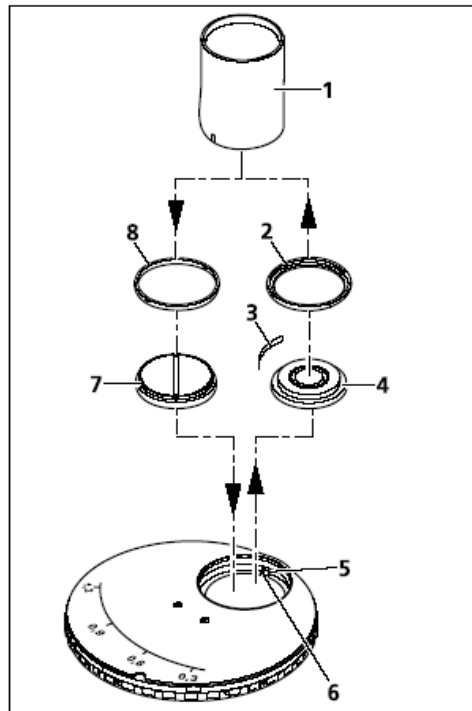

图3-51 安装隙缝光阑
- 使用六角螺丝扳手松开模块转盘的调心螺丝（图3-51/5），直到螺丝完全退出中心位置。
- 使用随机工具（图3-51/1）松开相衬光阑的压圈（图3-51/2）。
- 取出相衬光阑（图3-51/4）和弹簧片（图3-51/3）。
- 借助工具（图3-51/1）的帮助，把带有凸轮形状的隙缝光阑（图3-51/7）插入定位槽中（图3-51/6）。
- 借助相应的工具（图3-51/1），在隙缝光阑上安装压圈（图3-51/8）。